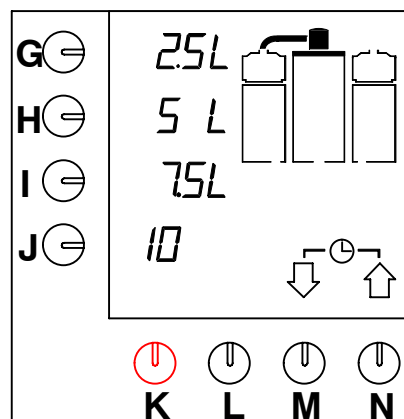

Abb. 5 Standardwahlmöglichkeiten
- Die Kontrolleuchte im Schalter schaltet sich ein. Die Standardwahlmöglichkeiten erscheinen auf dem Display (Abb. 5).